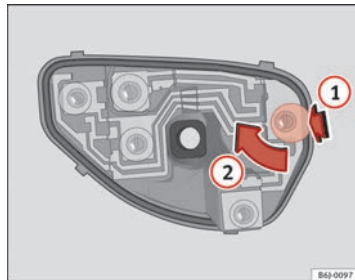

Abb. 163 Glühlampenersatz Rückleuchten ▶
- Nach dem Abnehmen des Lampenträgers drücken Sie in Richtung des Pfeils **(1)** und drehen gleichzeitig in Richtung des Pfeils **(2)** ⇒ Abb. 163.